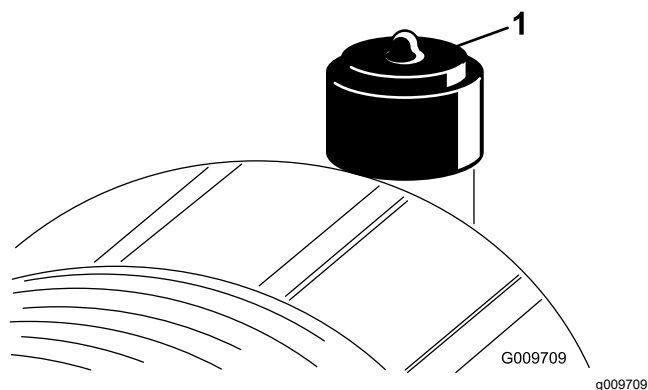

Рисунок 90
Обслуживание фильтра воздухоочистителя следует производить только тогда, когда этого требует индикатор обслуживания (Рисунок 90). Замена воздушного фильтра без необходимости ведет лишь к повышению вероятности попадания грязи в двигатель при извлечении фильтра.
2. Сбросьте индикатор (Рисунок 90), если он стал красным.